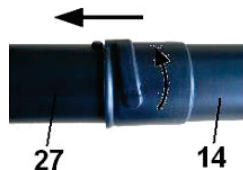

Fig. 6
Introduceți tubul de prelungire (14) în tubul de pulverizare (27) și rotiți-l pe primul în poziția necesară (Fig. 6)